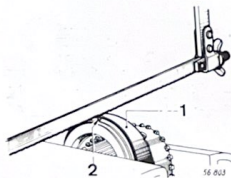

Fig. 3.17. Forma correcta de serrar la caja exterior del cono de sincronización de Primera, sin dañar este último.
Sujetando el desplazable de Segunda-Tercera en un tornillo de banco (Fig. 3.17), serrar la caja exterior (1) por donde se engancha el muelle (2), teniendo cuidado de no cortar el cono de sincronización de Primera.